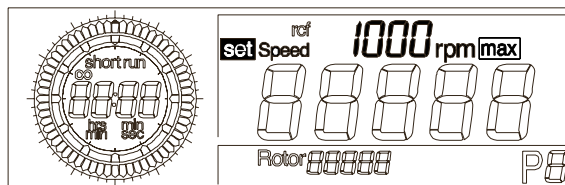

Abb. 5.12: Einstellung der Drehzahl
- Drehen Sie den linken Drehknopf, bis im Anzeigenfeld "set" vor dem Parameter "Speed" erscheint (siehe Abb. 5.12).